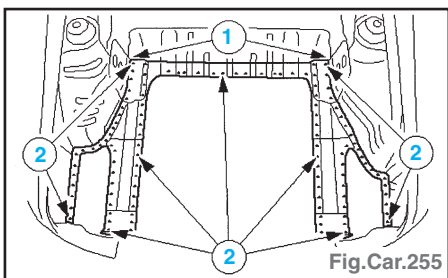

Fig.Car.255
- Panneau de plancher de coffre (Fig. Car.255) :
- découpe exacte (1),
- fraiser les points de soudure (2).